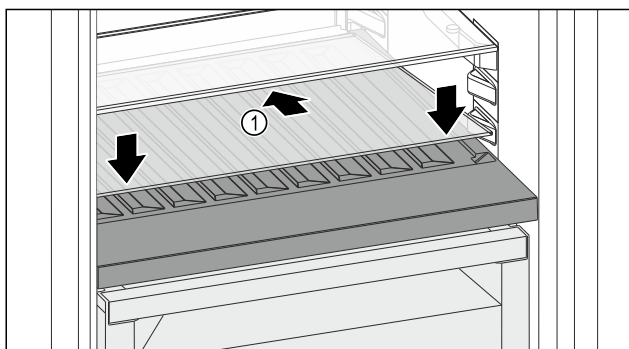

Fig. 115
- ▶ Вставьте стеклянную пластину Fig. 115 (1) наискосок и с уклоном назад вниз.
- ▶ Опустите стеклянную пластину Fig. 115 (1) спереди.